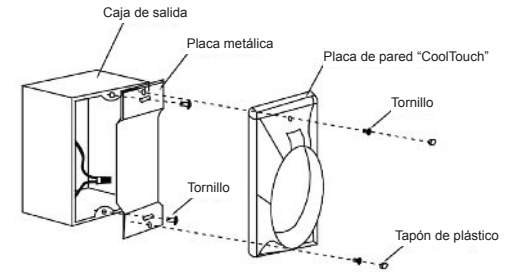

Figura 25
Paso 2. Instale la placa de metal y la placa de pared "CoolTouch" en la caja de salida existente en la pared con los 4 tornillos provistos. Luego coloque los dos tapones de plástico en la placa de pared. (Figura 25)